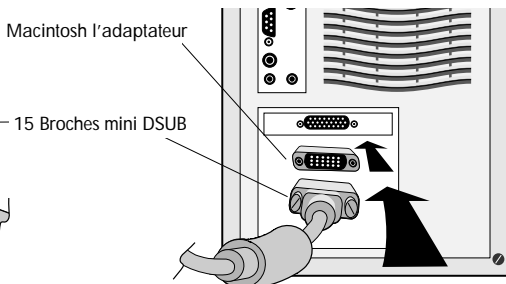

Figure B.1
3. Connectez au Macintosh l'adaptateur de câble MultiSync LCD1510 ou MultiSync LCD1510V pour Macintosh (Figure B.1). Reliez la fiche mini D-SUB 15 broches du câble vidéo approprié à l'adaptateur de câble pour Macintosh du MultiSync LCD1510, MultiSync LCD1510V ou MultiSync LCD2010 (Figure B.1). Serrez toutes les vis.